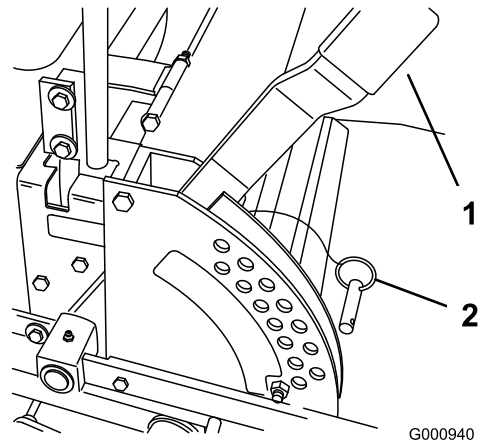

Figura 18
1. Levante la palanca de ajuste de la altura de corte a la posición de transporte (que es también la posición de altura de corte de 127 mm [5 pulg.]) (Figura 18).
2. Para ajustarla, retire el pasador del soporte de altura de corte (Figura 18).
3. Seleccione un taladro del soporte de altura de corte que corresponda a la altura de corte deseada, e inserte el pasador (Figura 18).